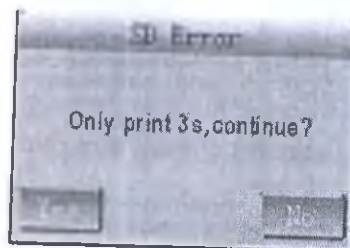

Рис. 13-11-4
(4) Если на SD-карте недостаточно памяти для сохранения текущей записи, появится сообщение, как показано на рис. 13-11-4.